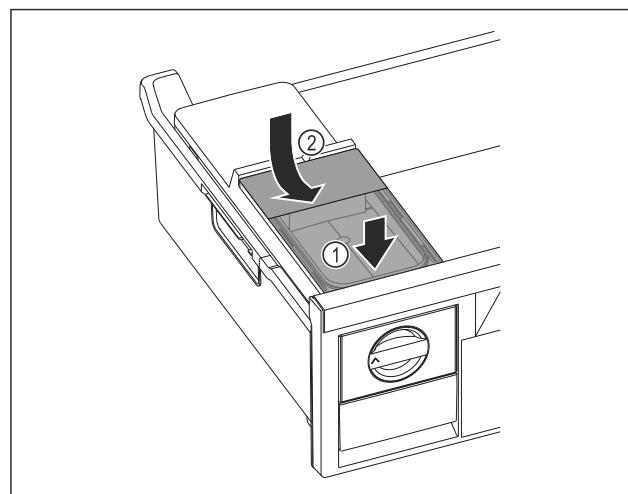

Fig. 72
- Nádržku na vodu nasad'te vpred. Fig. 72 (1)
- Nádržka na vodu spusťte vzadu. Fig. 72 (2)